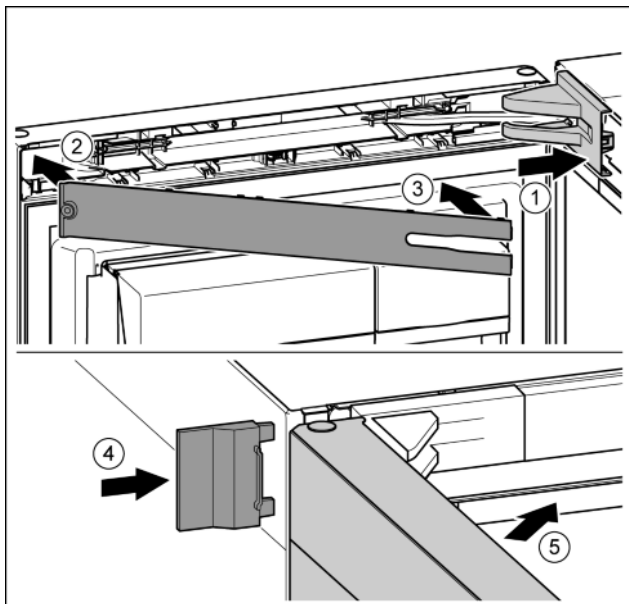

Fig. 26
- ▶ Așezați capacul suportului de lagăr și fixați în poziție, după caz, despărțiți cu precauție prin apăsare. Fig. 26 (1)
- ▶ Aplicați masca. Fig. 26 (2)
- ▶ Rabatați în interior masca și fixați-o în poziție. Fig. 26 (3)
- ▶ Montați capacul exterior. Fig. 26 (4)
- ▶ Închideți ușa superioară. Fig. 26 (5)